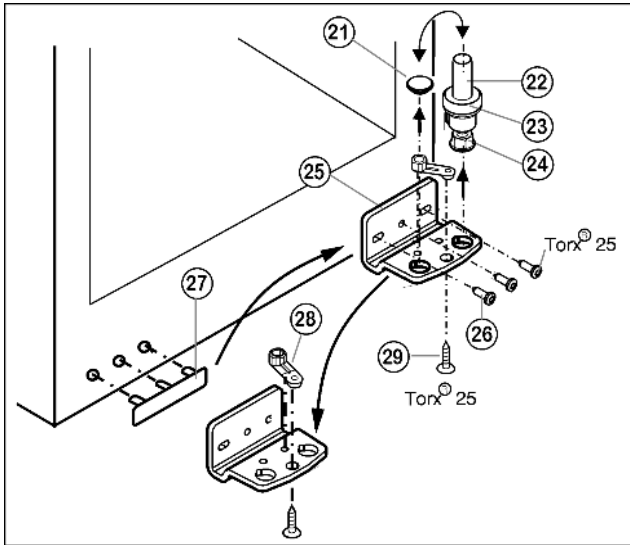

Fig. 6
- Ložiskový čap Fig. 6 (22) kompletný, s podložkou Fig. 6 (23) a nastaviteľnou nohou Fig. 6 (24), vyťahnite smerom nahor.
- Zátku Fig. 6 (21) podvihnite.
- Ložiskovú konzolu Fig. 6 (25) odskrutkujte Fig. 6 (26).
- Ložiskový diel Fig. 6 (28) odskrutkujte Fig. 6 (29) a premiestnite ho do protiahlého otvoru uloženia ložiskovej konzoly, opäť priskrutkujte.
- Kryt na strane držadla Fig. 6 (27) opatrne nadvihnite a premiestnite na opačnú stranu.
- Ložiskovú konzolu Fig. 6 (25) na novej strane závesu zaskrutkujte **pevne (pomocou krútiaceho momentu 4 Nm)**, príp. pomocou akumulátorového skrutkovača.
- Zátku Fig. 6 (21) opäť nasadíte do inej diery.
- Ložiskový čap Fig. 6 (22) kompletný, s podložkou a nastaviteľnou nohou, opäť nasadíte. Dbajte pritom na to, aby zárez dorazu ukazoval smerom dozadu.
- Dvere nasadíte zhora na ložiskový čap dole Fig. 6 (22).
- Dvere prípadne súosovo vyrovnajte ku krytu zariadenia cez obidve pozdĺžne diery v ložiskovej konzole dole Fig. 6 (25). K tomu prípadne vyskrutkujte strednú skrutku.